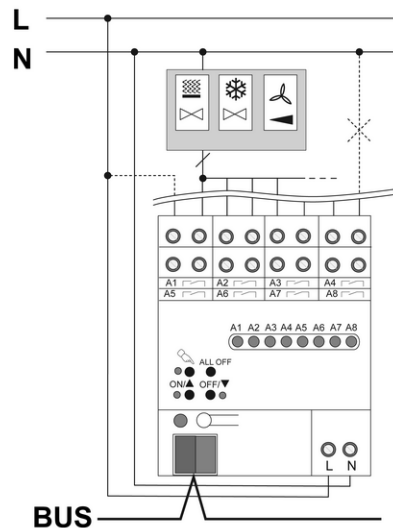

Bild 3: Anslutningsexempel – lastanslutning för en fläktspolutgång
- Anslut bussledningen med anslutningsklämma (bild 3).
- i** En fläktspolutgång med upp till sex fläktsteg: se anslutningsexempel (bild 3). Information om beläggningen av utgångarna i (tabell 2) (bild 4) och (bild 5).